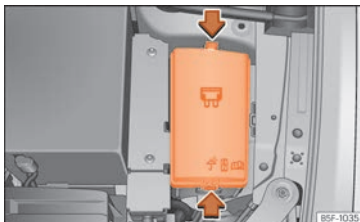

Abb. 203 Im Motorraum: Abdeckung des Sicherungskastens.
- Verriegelungstasten drücken, um die Abdeckung des Sicherungskastens »» (Abb. 203) zu entriegeln.